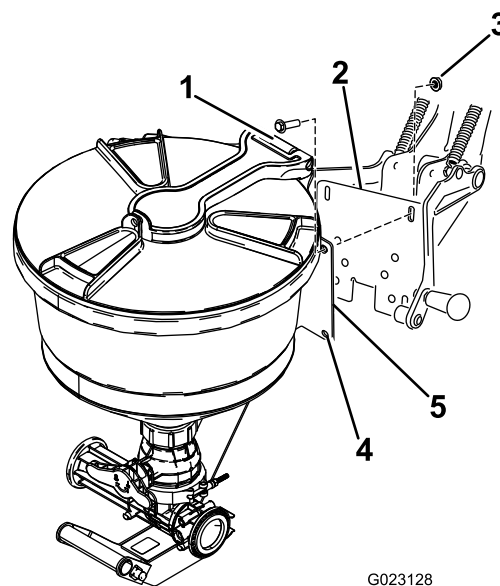

Рисунок 22
- Совместите отверстия в монтажной пластине эдуктора с проемами в опоре люльки (Рисунок 22).